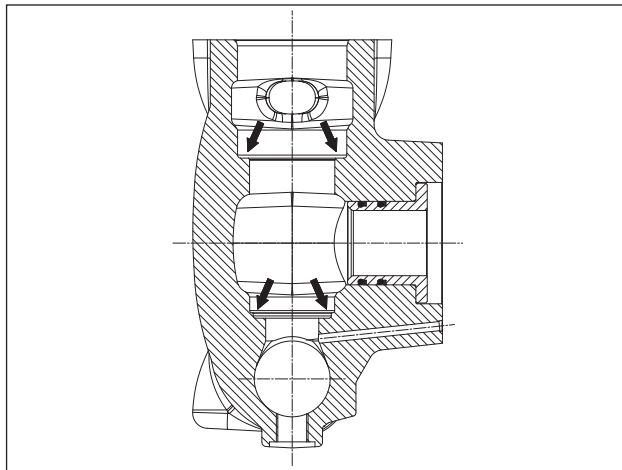

Abb. 113
Vor dem Wiedereinbau der Ventilgruppen reinigen und trocknen Sie gründlich ihre Sitze im Kopf, siehe Pfeile (Pos. ①, Abb. 113).